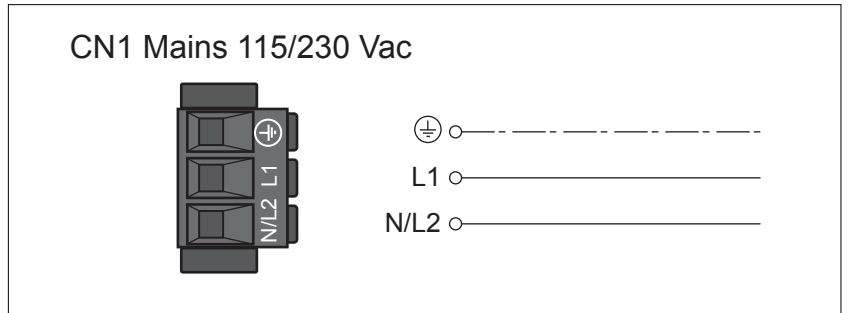

图 24: 单相设备输出级电源接线图
- ▶ 将电线连接至（图 24）。注意接线端子螺钉的不同拧紧力矩。